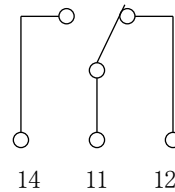

図8
- (2) ケーブル導入孔に接続するケーブルは締付けねじで固定してください。(締付トルク：2.0～2.5 N・m)
- (3) 接続する電線はAWG10～6 断面積5.5～14mm2 (推奨) を使用してください。
- (4) 接点出力端子の性能を表2に、接点出力端子の回路図を図8に示します。